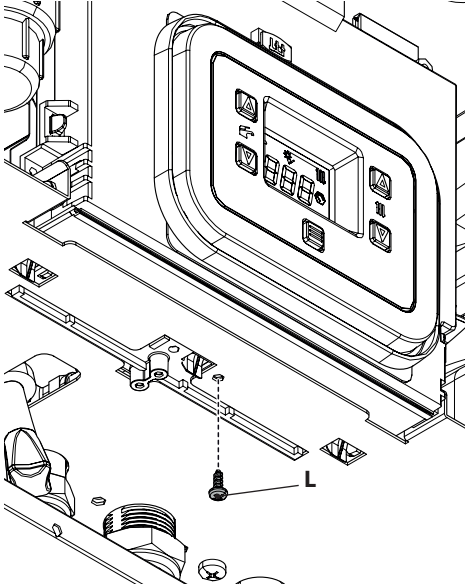

Figura 5.16
- Svitare la vite **L** (Figura 5.16).